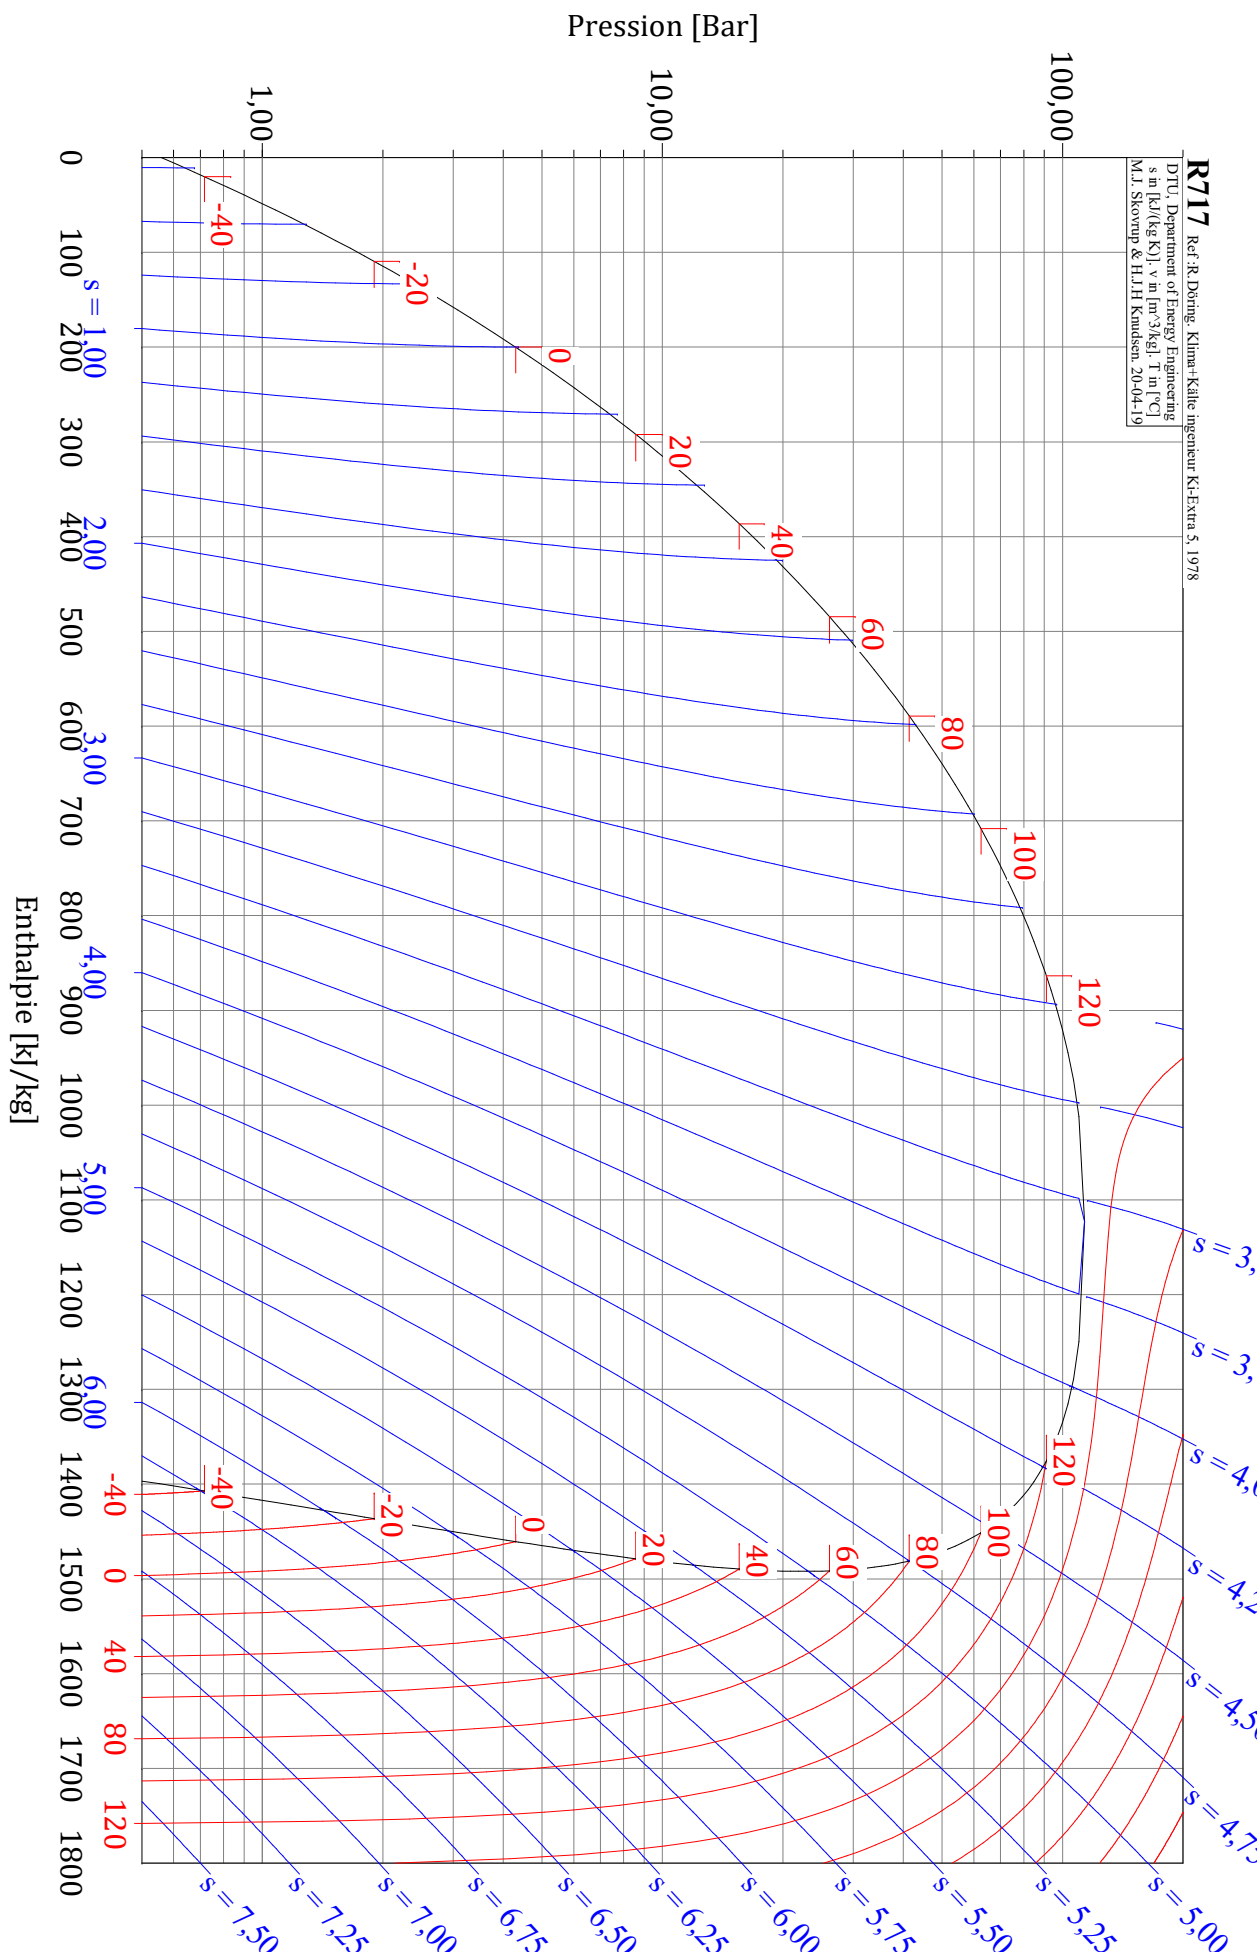

FIGURE 1 – Diagramme (P, h) de l'ammoniac
- Q1. Placer les points (1), (2), (3), (4), (5) sur le diagramme (P, h) de l'ammoniac figure 1 (dernière page).